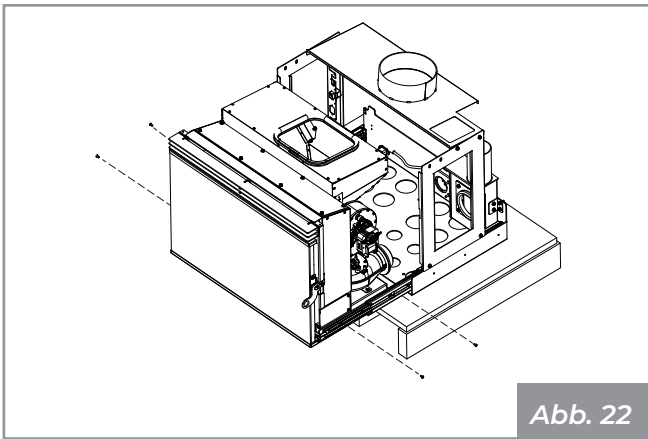

Abb. 22
- Lösen Sie die vier Schrauben, mit denen die Schienen an den Seiten der Maschine befestigt sind. (**Abb. 22**).